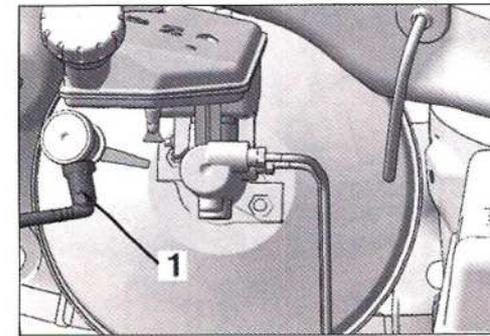

FIG.15
- Desmontar la conexión (1) (Fig.15).